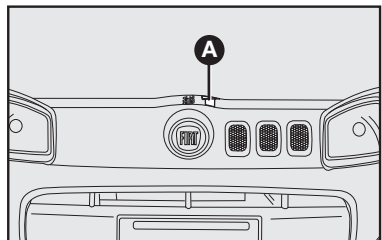

fig. 97
- 2) mover a trava localizada sob o capô para cima **A-fig. 97**.